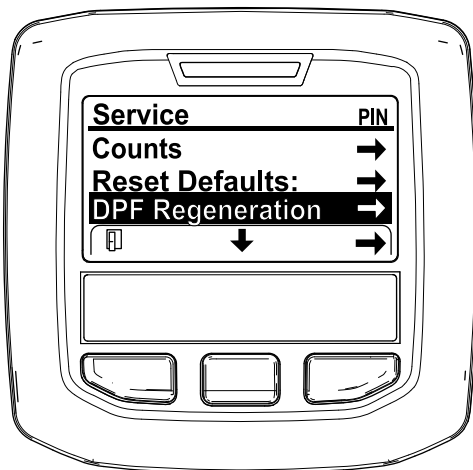

Figura 30
- En el menú SERVICE (Servicio), pulse el botón del medio hasta que aparezcan las opciones de DPF REGENERATION (Regeneración de DPF) y pulse el botón derecho para seleccionar la opción DPF REGENERATION (Regeneración de DPF) (Figura 30).